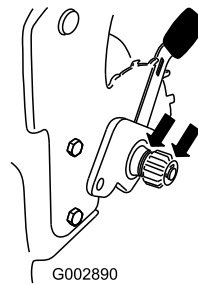

Figura 50
2. Aplique aceite lubricante al interior y al exterior de los engranajes (ver Figura 50).